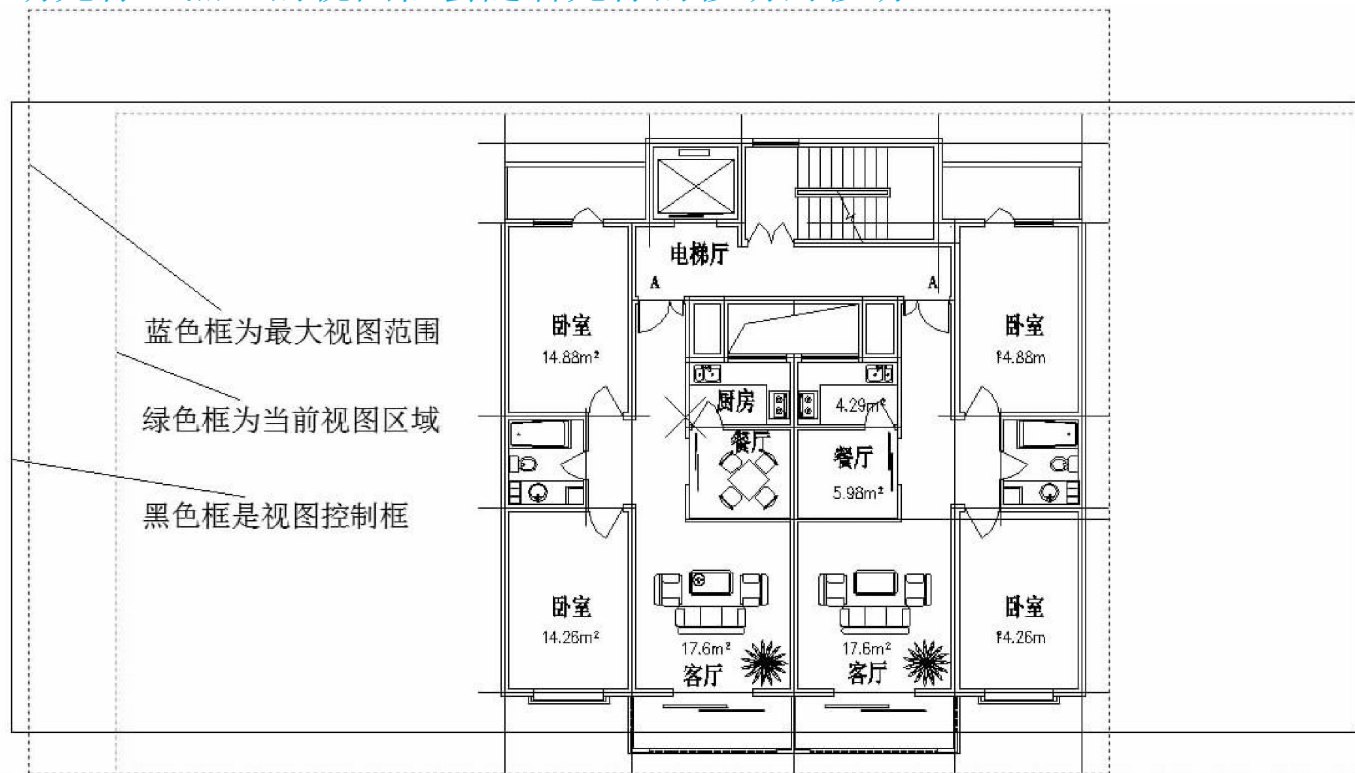

图 1-16 动态缩放的显示
1、在命令行输入“Z”后按Enter键，然后输入“D”后按Enter键，启动【动态缩放】命令，此时显示如图1-16所示的蓝色的图形范围、绿色的当前视图所占的区域和黑色的视图控制框。在屏幕上移动光标，黑色的视图框会随着光标的移动而移动。